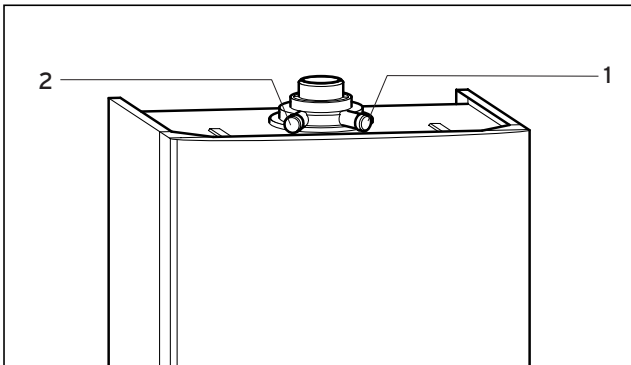

Fig. B.12: Mätningar av sotare
- Mät i avgasledningen vid inspektionsröret (1) (bild B.12). Mät i luftledningen vid inspektionsröret (2).